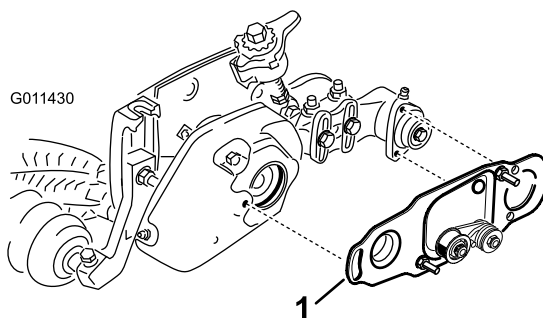

Figura 48
5. Se è installata una spazzola rotante, assicuratevi che la piastra della spazzola (Figura 48) sia parallela alla piastra laterale dell'apparato di taglio e sia completamente inserita nei gommini in gomma.